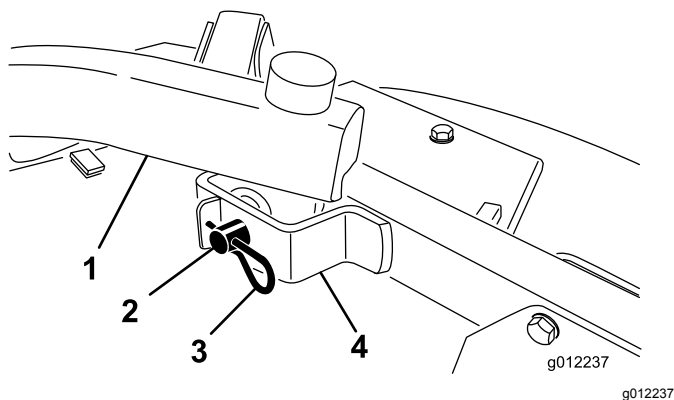

図 22
- 昇降アームをキャストアームブラケットに固定しているヘアピンコッターとクレビスピンを外す 図 22。